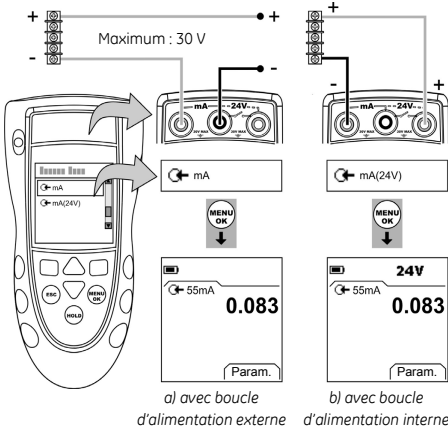

Figure 5 : Exemple de configuration - Mesure de courant (mA)
1. Connecter l'instrument (Figure 5) et, si nécessaire, régler la *Configuration* (Tableau 1).